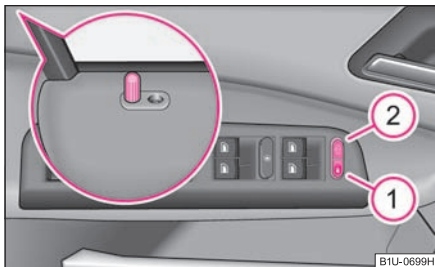

Fig. 38 Tasta închiderii centralizate
- echipate cu butoane de siguranță în uși ⇒ pagina 40, fig. 38 - numai la autovehiculele care nu sunt echipate cu geamuri acționate electric (numai pentru încuiere)
- Apăsați tasta ① ⇒ fig. 38. Simbolul din tastă se aprinde.
- Apăsați tasta ② ⇒ fig. 38. Simbolul din tastă se stinge.
Puteți încuia de urgență ușile de la butoanele de siguranță din uși ⇒ fig. 38.